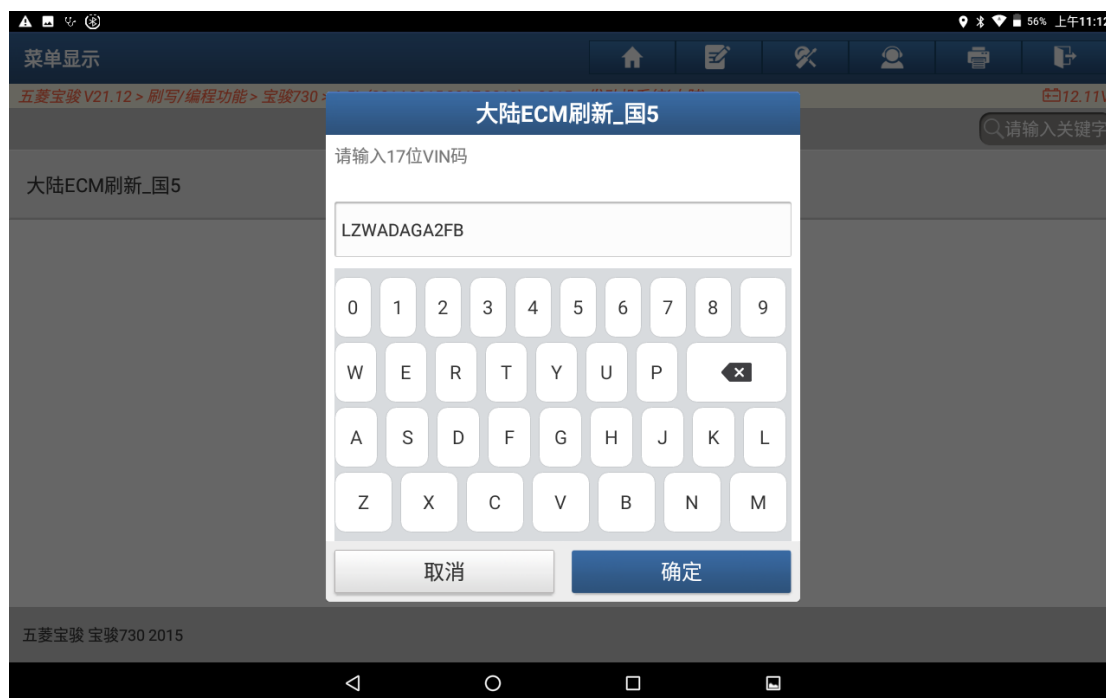

图 9
9. 在输入界面输入对应的 VIN，输入完成后点击“确定”按钮，如图 9；